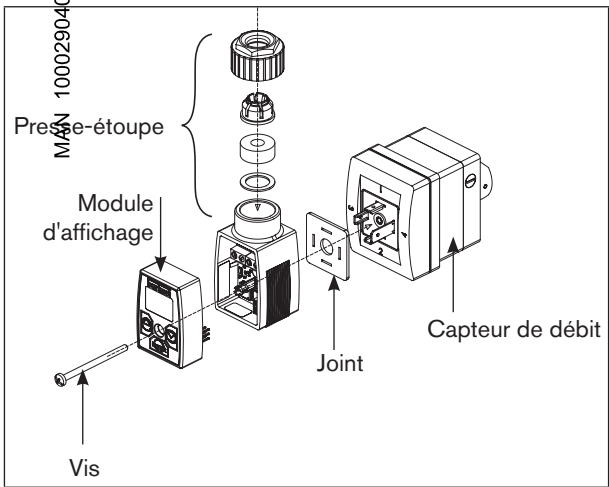

Fig. 10 : Monter l'appareil sur un capteur (Exemple d'un appareil avec presse-étoupe et module d'affichage, monté sur un capteur de type SE30)
- Positionner correctement l'appareil (voir Fig. 10) et le brancher au connecteur mâle 4 pôles du capteur de débit.